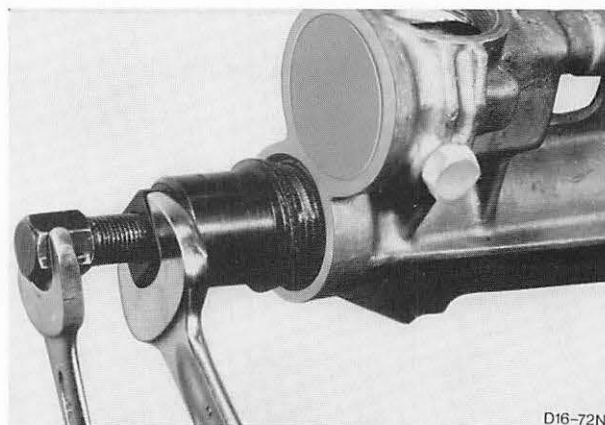

Abb. 124 Radialdichtung – Getriebeverlängerung mit Spezialwerkzeug 16-006 ausziehen („B“-Getriebe)
2. Mit zurückgedrehter Spindel Spezialwerkzeug 16-006 bis zur festen Anlage in den Dichtring einschrauben. Durch Eindrehen der Spindel Dicht-ring herausziehen, dabei Werkzeug mit einem Gabelschlüssel festhalten. Abb. 124.